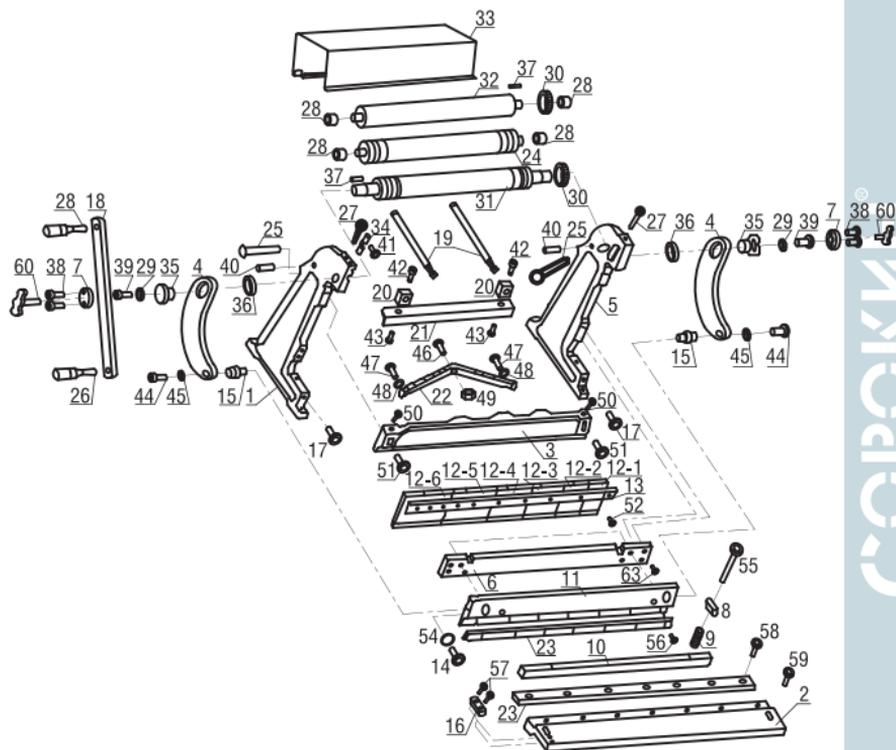
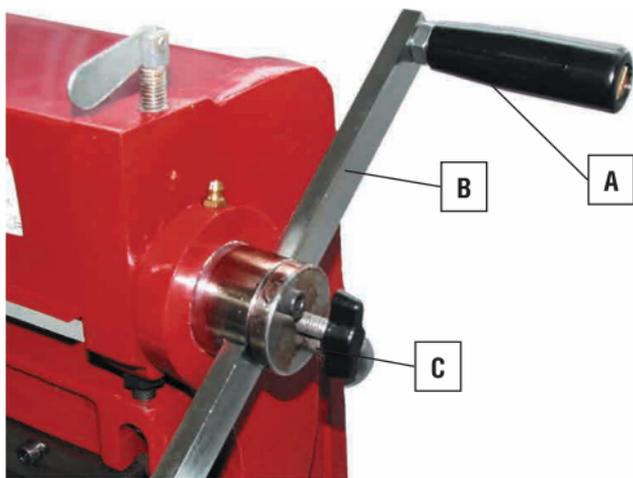

Рисунок 1 - Детализовка
Рисунок 2 - Демонтаж рукояти
6. Рукоять управления может быть установлена с любой стороны станка. Для её перестановки необходимо: Удалить ручку (А, рис. 2) из сборки рукояти, используя ключ шестигранный 8 мм. Ослабить крепёжный болт (С, рис. 2). Извлеките остов рукояти (В, рис. 1) из ступицы, установите его с другой стороны машины и затяните крепёжный болт (С, рис. 2). Заново установите ручку (А, рис. 2).